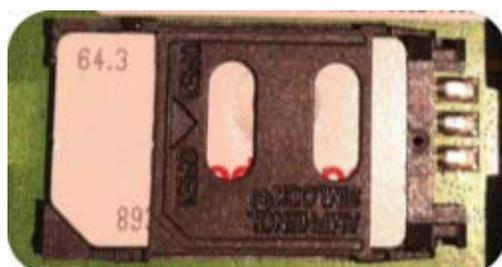

Abbildung 4: Position SIM
- In Abbildung 4 ist gezeigt, wie die SIM-Karte richtig eingelegt ist:
- Die SIM-Karte in der richtigen Richtung einlegen: die Kontakte nach unten und die abgerundeten Ecken wie in Abbildung 4 gezeigt ausrichten.